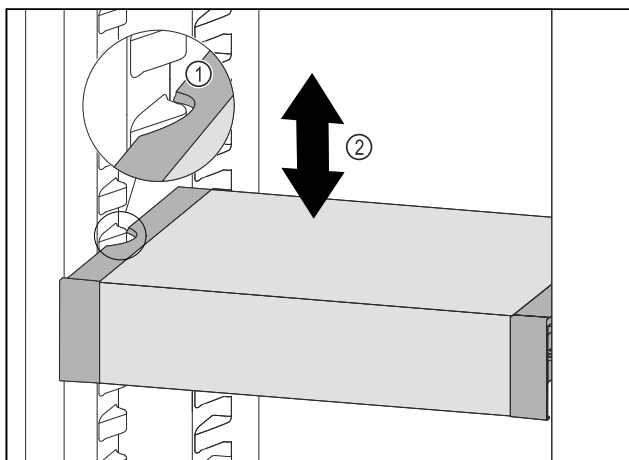

Fig. 100
- ▶ VarioSafe ťahajte dopredu, dokým sa bočné vybrania VarioSafe nebudú nachádzať vo výške rebra nádoby v chladničke. Fig. 100 (1)
- ▶ VarioSafe v chladničke presúvajte nahor alebo nadol, dokým sa dosiahne požadovaná výška. Fig. 100 (2)